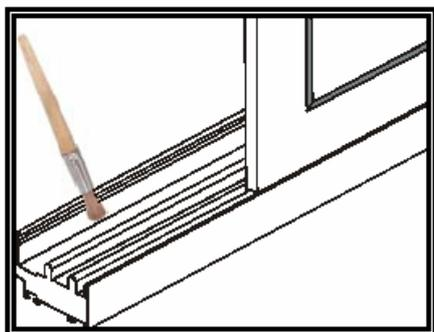

Bild 2
- Die Verschmutzung von Profilkämen, Beschlagsteilen, Öffnungen, welche leicht zugänglich sind mittels Pinsel (siehe Bild 2) oder Lappen entfernen. Staub kann eventuell mittels Handstaubsauger entfernt werden.